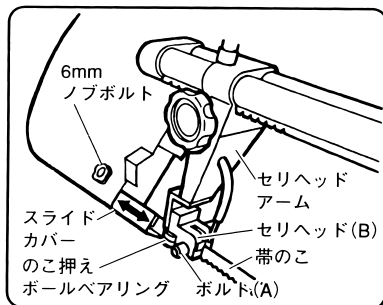

図 27
(2) のこ押えボールベアリング（図 27）が磨耗すると切断精度が悪くなる原因となります。ときどき磨耗していないかどうか点検してください。